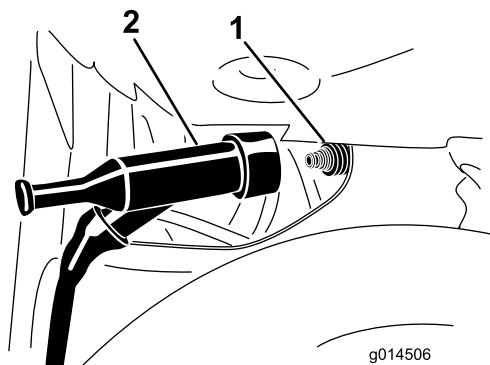

Figure 44
- Débranchez le fil de la borne de la bougie (Figure 44).
4. Poussez le fil sur la borne de la bougie (Figure 44).